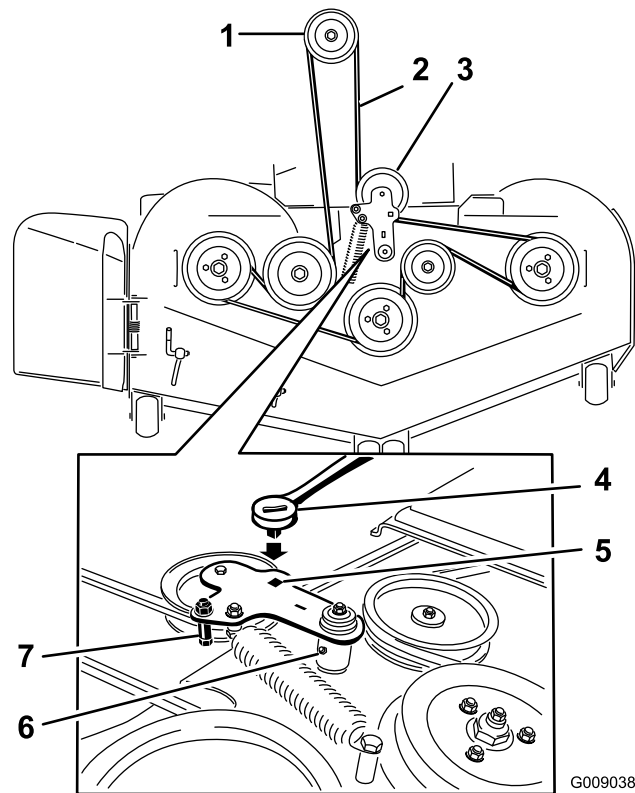

Bild 81
7. Setzen Sie eine Ratsche in das rechteckige Loch im Spannarm ein, um die Spannung an der Spannscheibenfeder zu lösen (Bild 81).
9. Nehmen Sie die Riemenschutzvorrichtung am gefederten Spannarm ab, wie in Bild 81 dargestellt.
11. Verlegen Sie den neuen Riemen um die Mähwerk- und Bremsspannscheiben unter dem Motor (Bild 81).
12. Nehmen Sie die Riemenführung am Spannarm ab, wie in Bild 81 dargestellt.
13. Setzen Sie die Spannscheibenfeder mit der Ratsche im rechteckigen Loch ein (Bild 81).